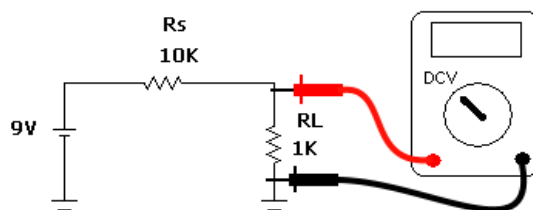
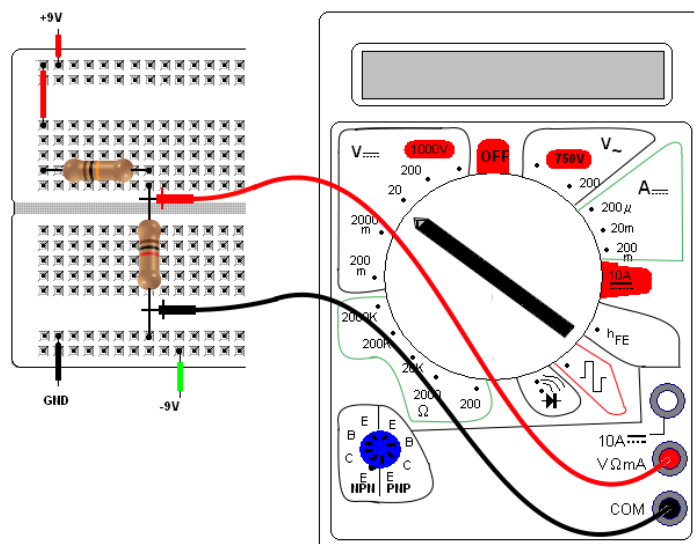

Figura 7: Divisor de tensão
Figura 8: Divisor de tensão - sugestão de *layout* na MP
9. Monte o circuito da Figura 7 de acordo com sugestão de *layout* da Figura 8, meça a tensão na carga.